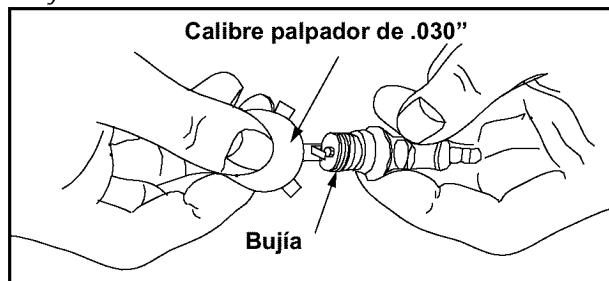

Figura 8
- Para trabar la viga en la posición vertical, tirar hacia afuera de la traba vertical de la viga y pivotear para asegurar la viga. Ver la Figura 8.
- Para trabar la viga en la posición horizontal, tirar hacia afuera de la traba horizontal de la viga y pivotear para asegurar la viga. Ver la Figura 8.
- Extraer el broche a resorte y la clavija de la horquilla del soporte del gato. Apoyar la lengüeta y pivotear el soporte del gato contra la lengüeta. Asegurar con el broche a resorte y la clavija de la horquilla previamente extraídos. Ver la Figura 8.